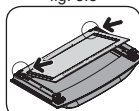

fig. 5.4
4. Após a limpeza, encaixe o vidro interno nos suportes inferiores (fig. 5.4) e posicione-o sobre a porta;